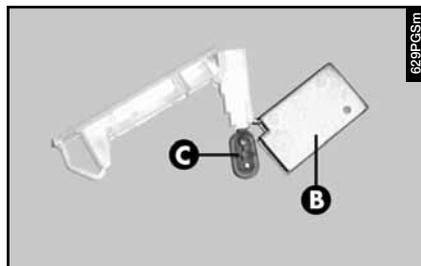

fig. 77
– Appuyer latéralement sur l'écran de l'ampoule (**B-fig. 77**) en correspondance des deux boulons de fixation et le tourner.
– Remplacer l'ampoule (**C-fig. 77**) montée par pression.